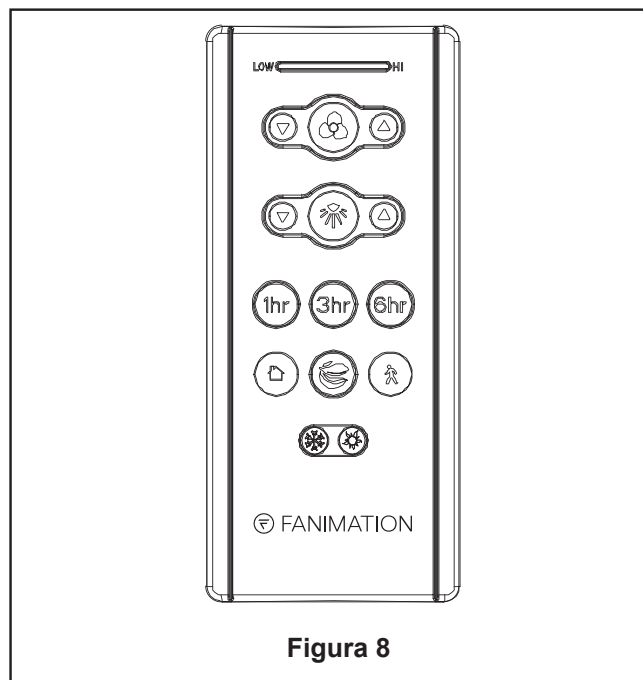

Figura 8
- ☐ 8. Extraiga uno de los tornillos de hombro en el soporte del gancho y guarde los tornillos para pasos posteriores. Afloje el segundo tornillo de hombro sin extraiga completamente. (Figura 8)
10. Funciones del control remoto: (Figura 8)